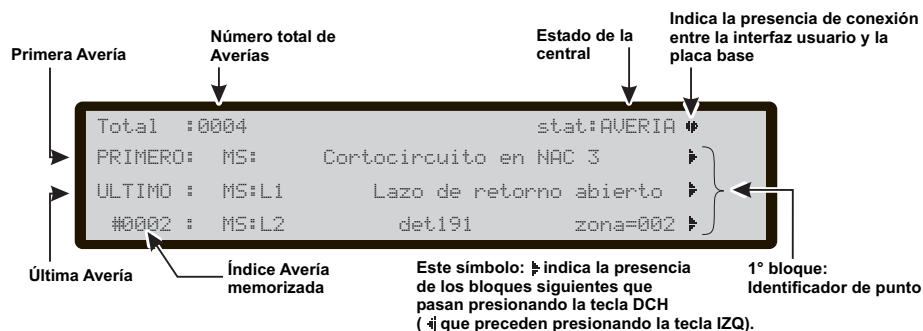

Figura 81 Pantalla: ESTADO visualización AVERÍA.
- por el visor de la central y de los Repeater con una pantalla como la de la figura 81;